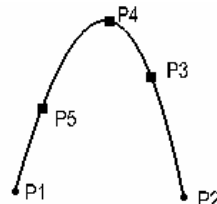

图 2-108
- 五点确定的曲线：依次输入曲线的起点 P1、终点 P2、曲线上的点 P3、P4、P5，即可得到曲线，如图 2-108 所示。